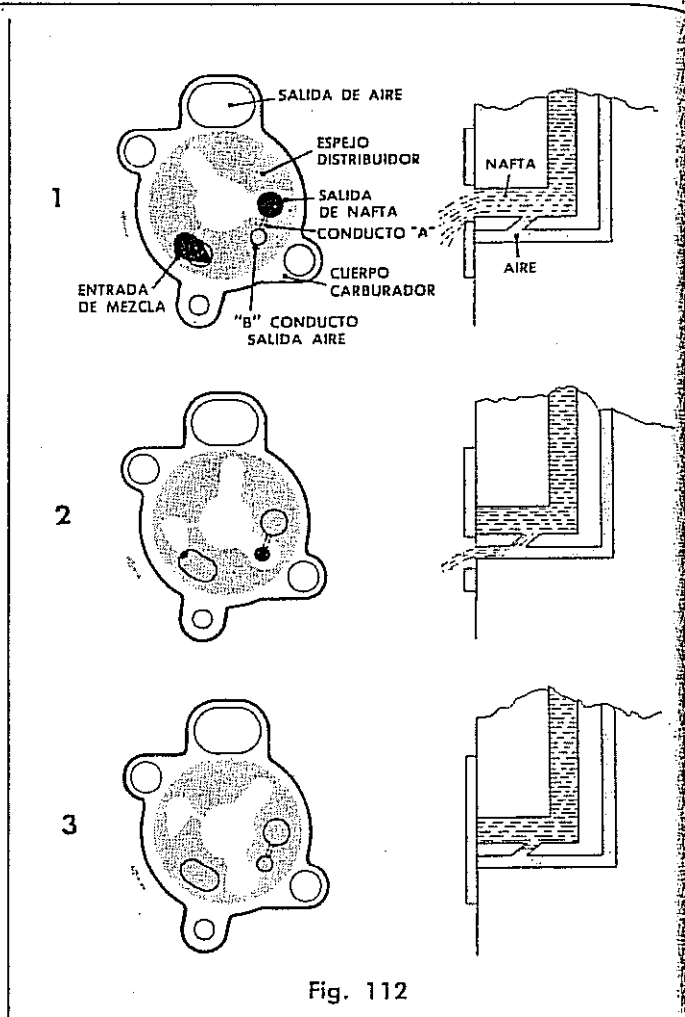

Fig. 112
**Funcionamiento.** Al arrancar el motor en frío, es alimentado por el conducto de entrada de mezcla con mezcla rica (vista 1, Fig. 112). La formación de la mezcla rica, es lograda mediante el aire que sale por la parte superior del distribuidor, pasa por la parte de atrás del mismo y se mezcla con la nafta (ver orificio salida de nafta) formando la mezcla de alimentación. A su vez, el orificio de salida de nafta, comunica a través de un conducto calibrado "A" con el conducto de salida de aire "B" que toma aire directamente de la cuba del carburador. Como se observa en la vista 1 durante el arranque en frío el conducto calibrado "A" casi no suministra aire a la nafta que sale por su conducto.
Como se había explicado anteriormente el resorte bimetálico se calienta y dilata, arrastrando al girar al espejo distribuidor, en el sentido que indica la flecha, éste a su vez descubre el conducto de salida de aire "B" (vista 2, Fig. 112), obturando el conducto de salida de nafta. Si se observa la figura de la derecha (Vista 2), se apreciará que al obturarse la salida de nafta, esta se ve obligada a circular a través del conducto "A" y pasa a alimentar al motor con una mezcla normal (marcha lenta acelerada) por el conducto "B".